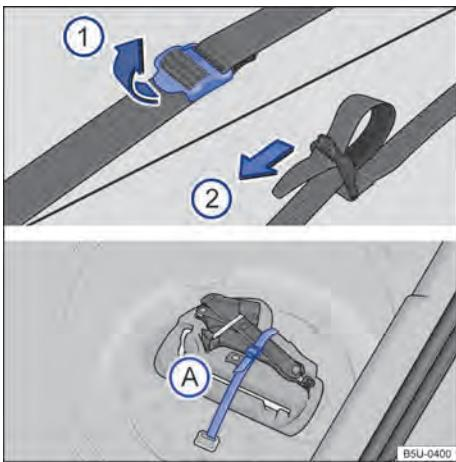

Fig. 146 No compartimento de bagagem: cinta de fixação da caixa de ferramentas e caixa de ferramentas de bordo.
Para soltar a cinta de fixação → Fig. 146 A, puxar a fivela no sentido da seta ①.